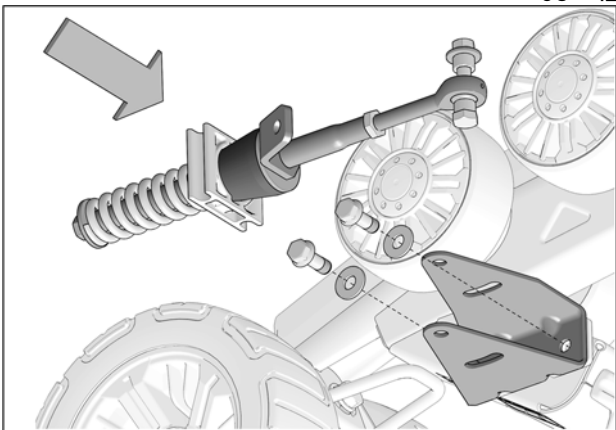

Fig. 20
5. Réinstaller les boulons de fixation et les rondelles aux ancrages anti-rotation. Serrer les boulons à un couple de 50 N•m [37 lb•pi]. Remettre les bras stabilisateurs en position. Voir la Fig. 20